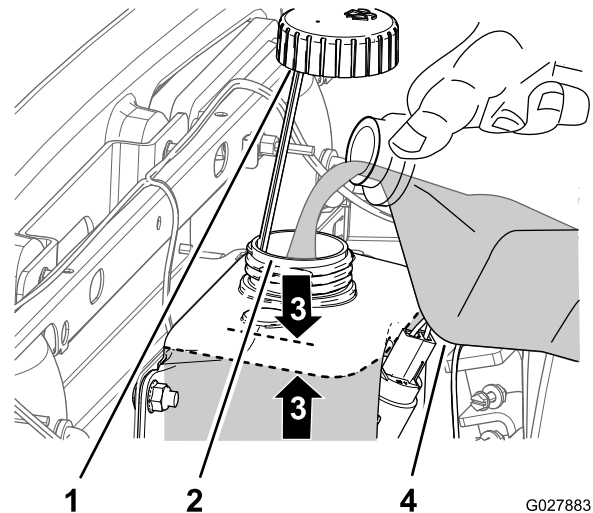

Figura 52
- Retire o tampão do depósito de líquido de lavagem (Figura 52).
- Adicione água ou líquido de lavagem através do tubo de enchimento do depósito até 25 mm da parte superior do depósito (Figura 52).
- Instale o tampão no tubo de enchimento de forma segura (Figura 52).